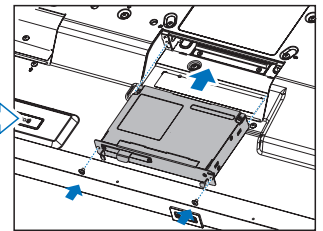

Figura 4
4. Inserte la placa opcional en el monitor y sujétela con los tornillos que ha extraído (**Figura 4**).